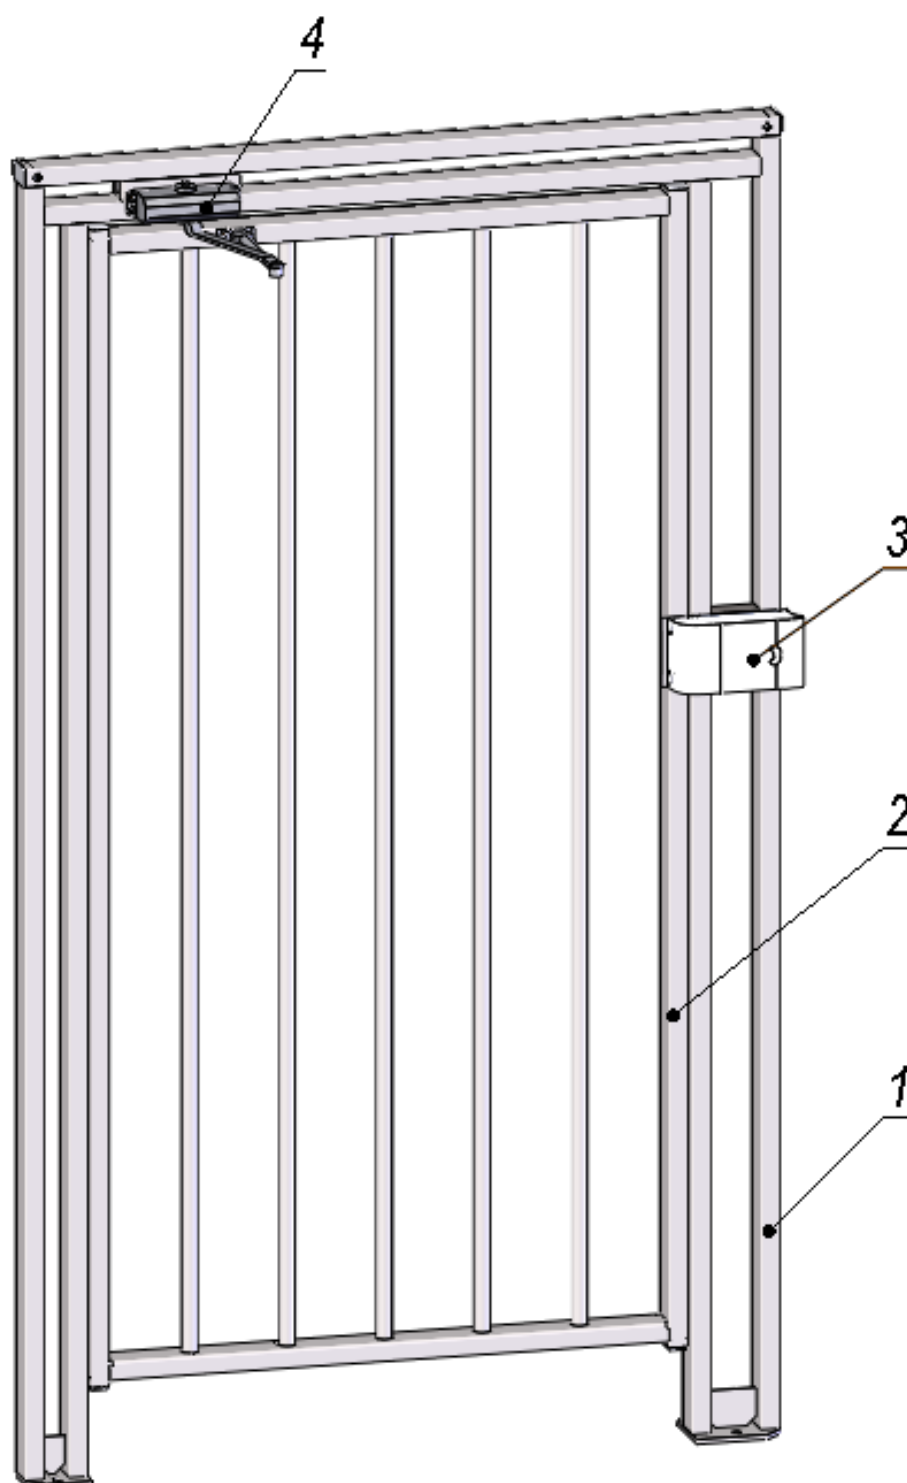
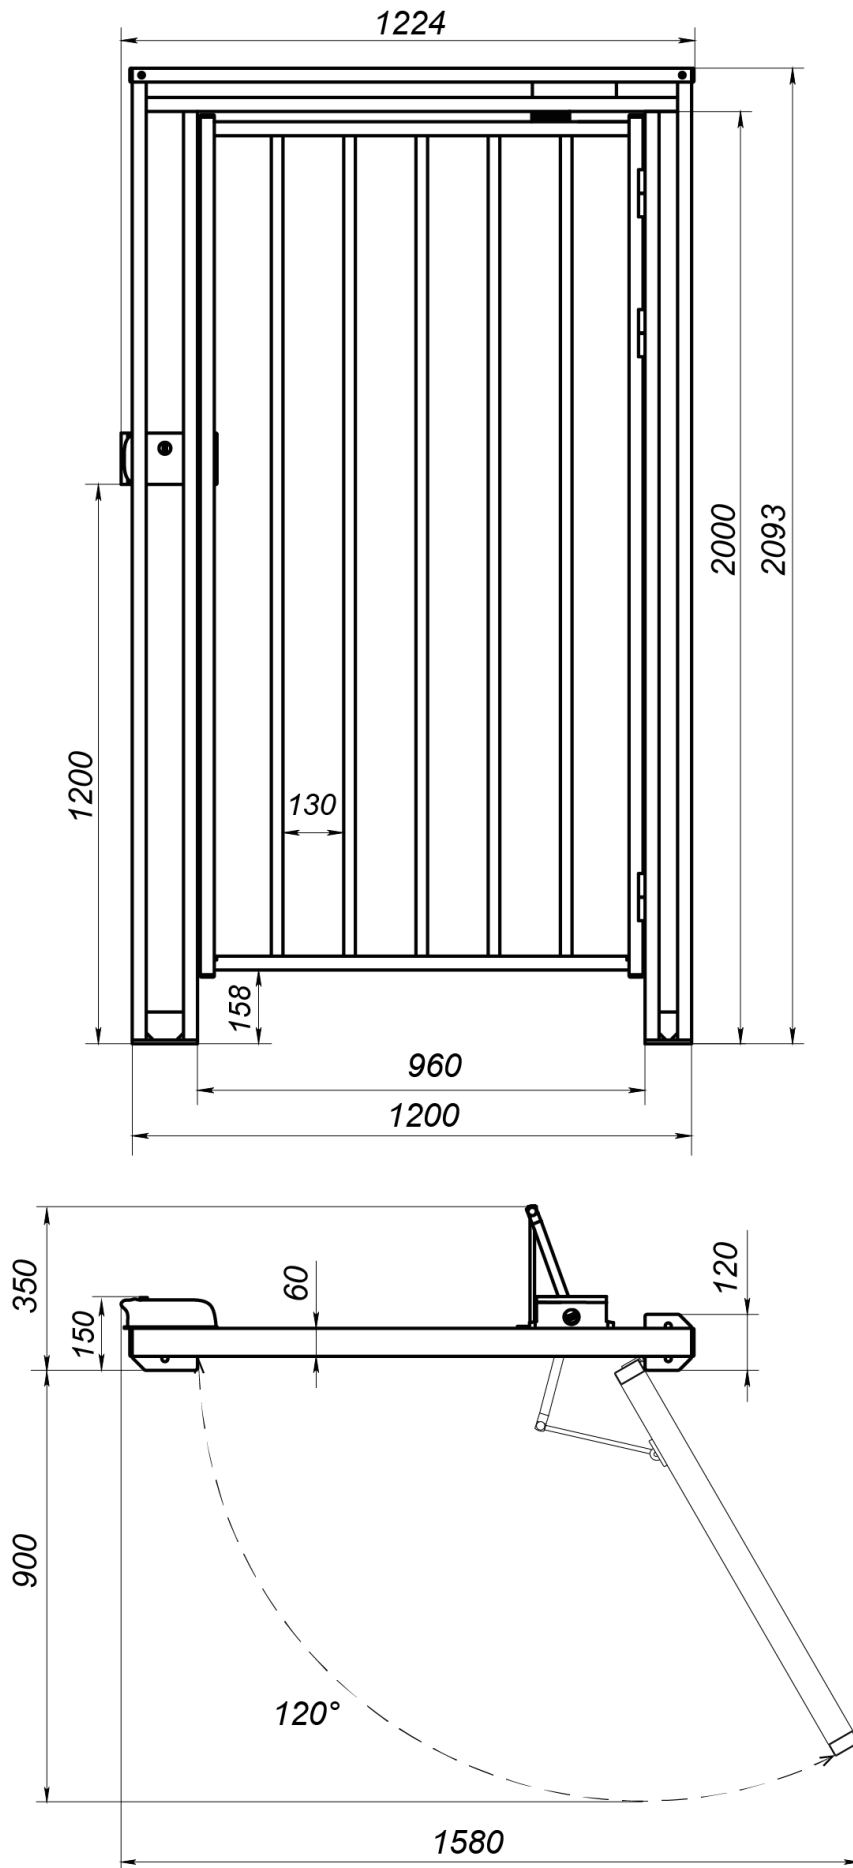

Рисунок 1. Общий вид калитки
Рисунок 2. Габаритные и промежуточные размеры
¹ Габаритные размеры изделия представлены также на рис. 2
Устройство калитки показано на рис. 1. Габаритные размеры калитки указаны на рис. 2. Номера позиций в тексте руководства даны в соответствии с рис. 1, если не указано иначе. Калитка состоит из: рамы (1); створки (2); замка электромеханического (3); доводчика (4).